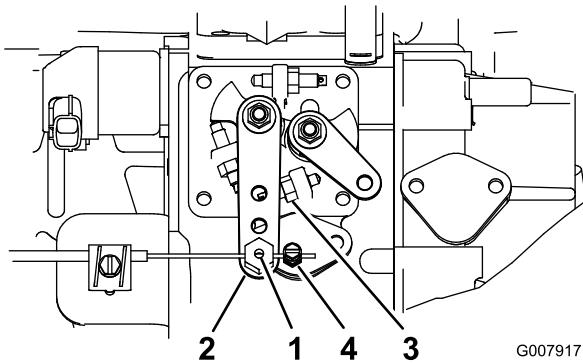

Figura 42
2. Desaperte o dispositivo de ligação, no cabo do regulador, junto da alavanca da bomba de injecção (Figura 42).
3. Mantenha a alavanca contra o travão de ralenti elevado (Figura 42).